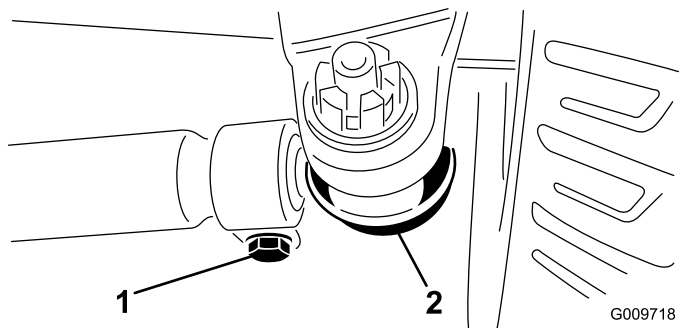

Bild 92
- Entfernen Sie den Splint und die Mutter von einem der Spurstangen-Kugelgelenke (**Bild 92**). Entfernen Sie das Spurstangen-Kugelgelenk vom Achsständer.
- Lockern Sie die Klemmen an beiden Enden der Spurstangen (**Bild 92**).